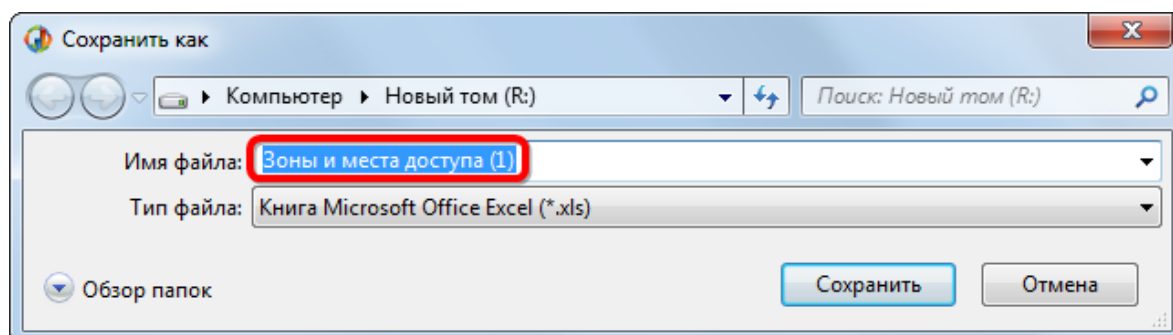

Рис. 10-126 – Стандартное окно «Сохранить как»
- 3) Нажать кнопку «Сохранить в Excel» панели «Импорт/экспорт» (рис. 10-126).